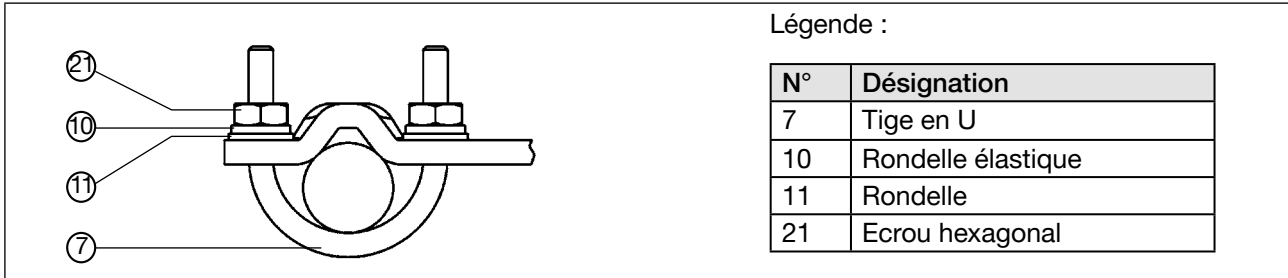

Figure 17 : Fixer le type 8792/8793 avec l'équerre de montage pour les actionneurs avec cadre de fonte
→ Fixer l'équerre de montage avec les tiges en U (7), les rondelles (11), les rondelles élastiques (10) et les écrous hexagonaux sur le portique (21) (voir "Figure 17").